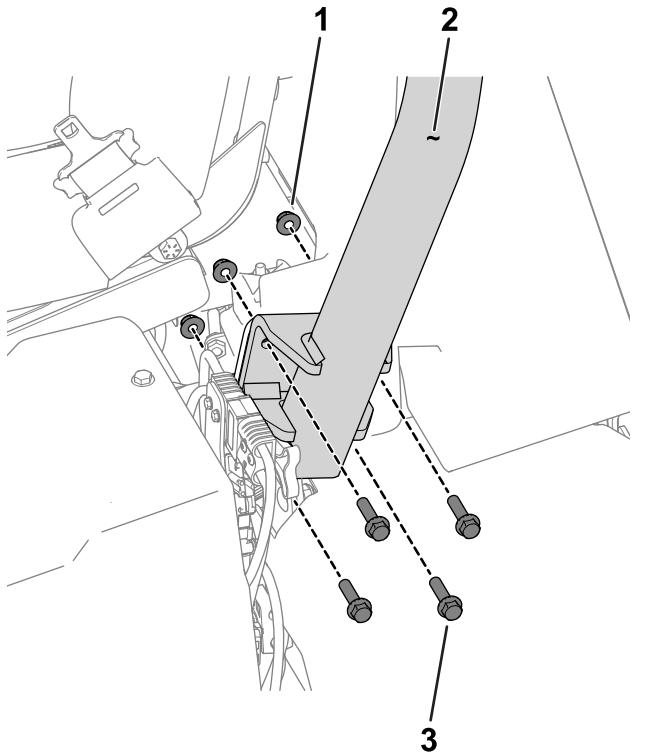

Bild 3
3. Verwenden Sie 8 Sechskantschrauben ($\frac{3}{8}$ x 1½") und 8 Muttern ($\frac{3}{8}$ "), um den Überrollbügel an den Überrollbügelhalterungen auf jeder Seite der Maschine zu befestigen (Bild 3).